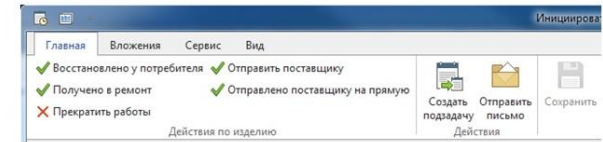

Рис.9
2.1 В зависимости от результатов работ у потребителя по восстановлению изделия **ответственный сотрудник СИЭН за ремонт** для выполнения задания «Инициализировать ремонт изделия...» нажимает одну из следующих кнопок (рис.9):